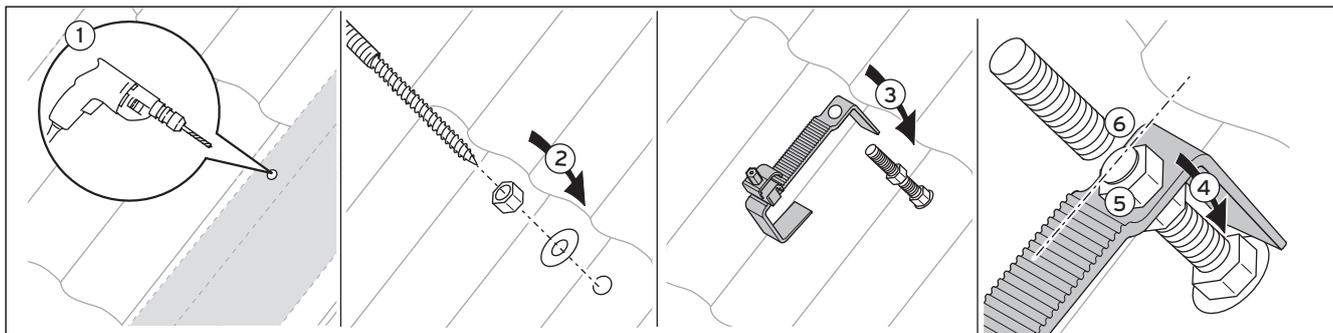

Abb. 5.8 Befestigung mit Stockschaube
- Verbinden Sie die Montageschienen und befestigen Sie diese mit den Klemmelementen an den Dachankern (vgl. **Abb. 5.8**).